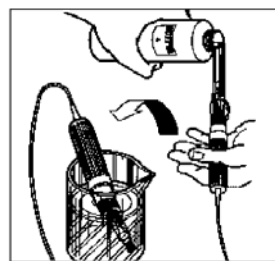

图 24
4. 用 pH 值为 4 的溶液（低校准溶液）冲洗探测器，然后将探测器放在一个洁净容器中，并倒入足量的 pH 值为 4 的缓冲溶液，浸没传感器顶端（参看图 24）。
3. 使用低缓冲溶液清洗 pH 探测器，然后将探测器放在洁净容器中。向容器中倒入足量的低缓冲溶液，浸没探测器顶端（参看图 24）。等待至少 2 分钟，使探测器稳定。
5. 倒掉低缓冲溶液。使用中缓冲溶液冲洗 pH 探测器，然后将探测器放在洁净容器中。向容器中倒入足量的中缓冲溶液，浸没探测器顶端（参看图 24）。等待至少 2 分钟，使探测器稳定！
7. 倒掉中缓冲溶液。使用高缓冲溶液冲洗 pH 探测器，然后将探测器放在洁净容器中。向容器中倒入足量的高缓冲溶液，浸没探测器顶端（参看图 24）。等待至少 2 分钟，使探测器稳定！